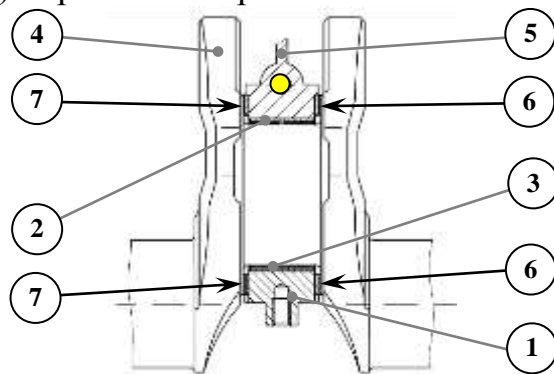

Рис. 20. Средний коренной подшипник коленчатого вала:
**Упорный подшипник** коленчатого вала (рис. 20). Осевое перемещение коленчатого вала ограничивается упорными полушайбами 6 и 7, расположенными по обе стороны средней (третьей) коренной опоры.
Гидронатяжитель устанавливается на двигатель в собранном (заряженном) состоянии, когда плунжер 3 удерживается в корпусе 4 с помощью стопорного кольца 6 (рис. 20).